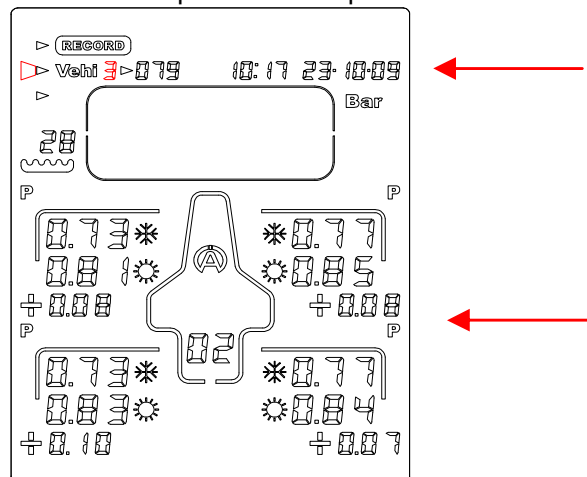

Figura 2
2) Con il tasto  o  selezionate l'icona « **Vehi** » (figura 2)
3) Con il tasto  o  selezionate il veicolo desiderato (5 in totale) (figura 2)